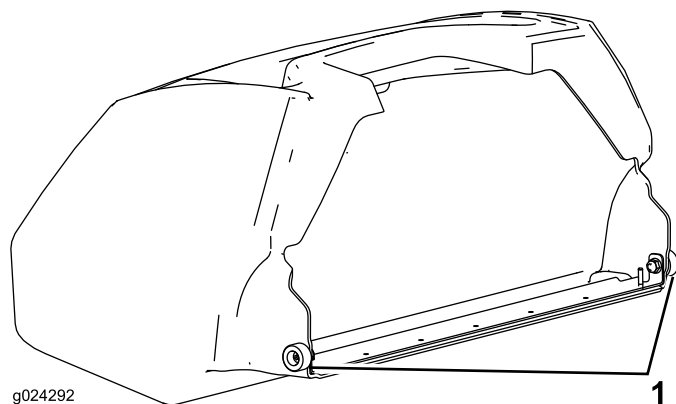

図 10
**重要** もしバスケットを落としてしまった場合には、バスケットの下側リップにあるピッチアームの接触点 図 10 が破損していないか点検してください。曲がっている場合には真っ直ぐに直してから使用してください。ピッチアームが曲がったままの状態ではバスケットを使用すると、バスケットとリールが接触して無用な騒音が発生したり、バスケットやリールに破損が生じる可能性があります。